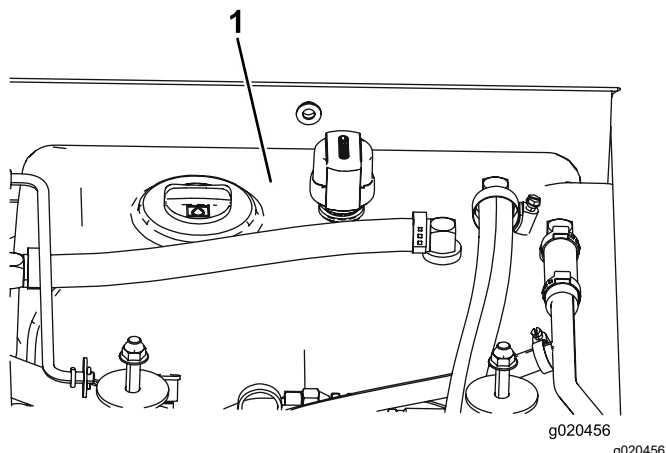

Figura 79
4. Llene el depósito (Figura 79) con fluido hidráulico; consulte Comprobación del fluido hidráulico \(página 70\).